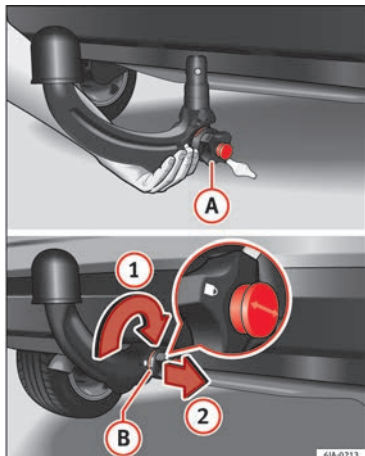

Fig. 197 Mise en place de la barre à boule d'attelage/fermeture de la serrure et retrait de la clé.
- Saisissez la barre à boule d'attelage par en dessous » fig. 197 et introduisez-la dans la frette de serrage jusqu'à la butée et l'enclenchement audible » Δ.